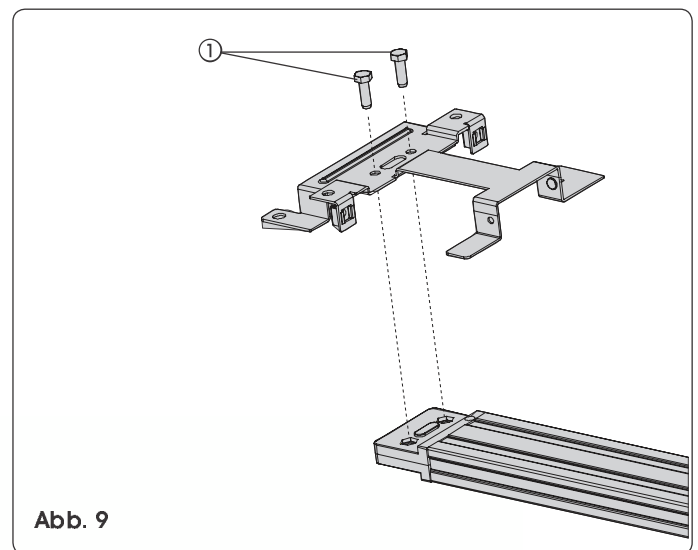

Abb. 9
Vor der Fixierung der Gleitführung an der Decke die hintere Befestigung an die entsprechende Aufnahme auf der Zugkupplung zusammenbauen und die Schrauben laut Abb. 9 Bez. ① anschrauben.